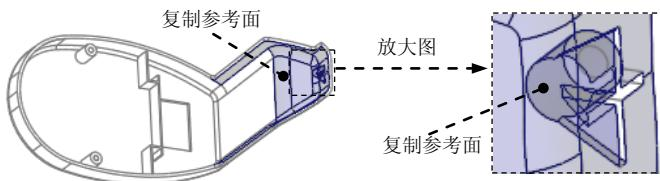

图 26.16 复制参考面
- (1) 将坯料、分型面遮蔽, 将参考模型取消遮蔽, 选取图 26.16 所示的模型表面。
- (2) 单击**模具**功能选项卡**操作**区域中的“复制”按钮.
- (3) 单击**模具**功能选项卡**操作**区域中的“粘贴”按钮。系统弹出“曲面: 复制”操控板
- (4) 在“曲面: 复制”操控板中单击按钮。